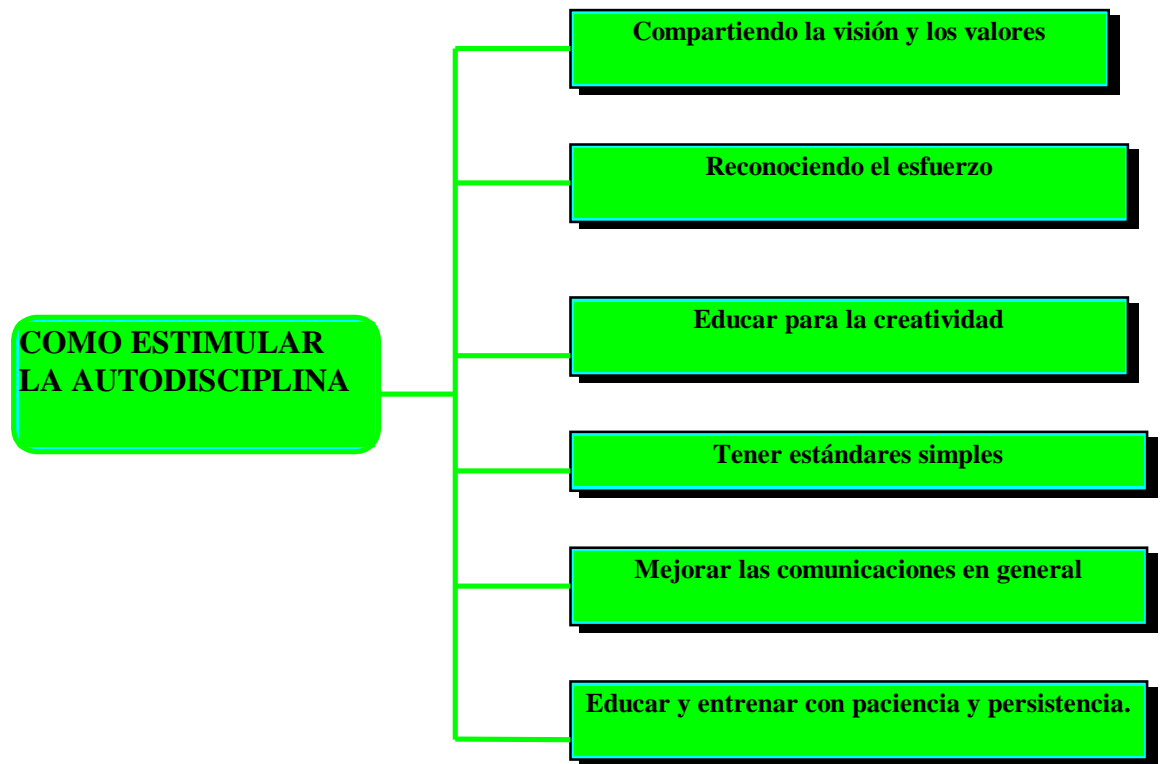

Figura 6. Cómo estimular la autodisciplina
- Valorando el hábito correcto del trabajo (Véase Figura 6. Cómo estimular la autodisciplina).